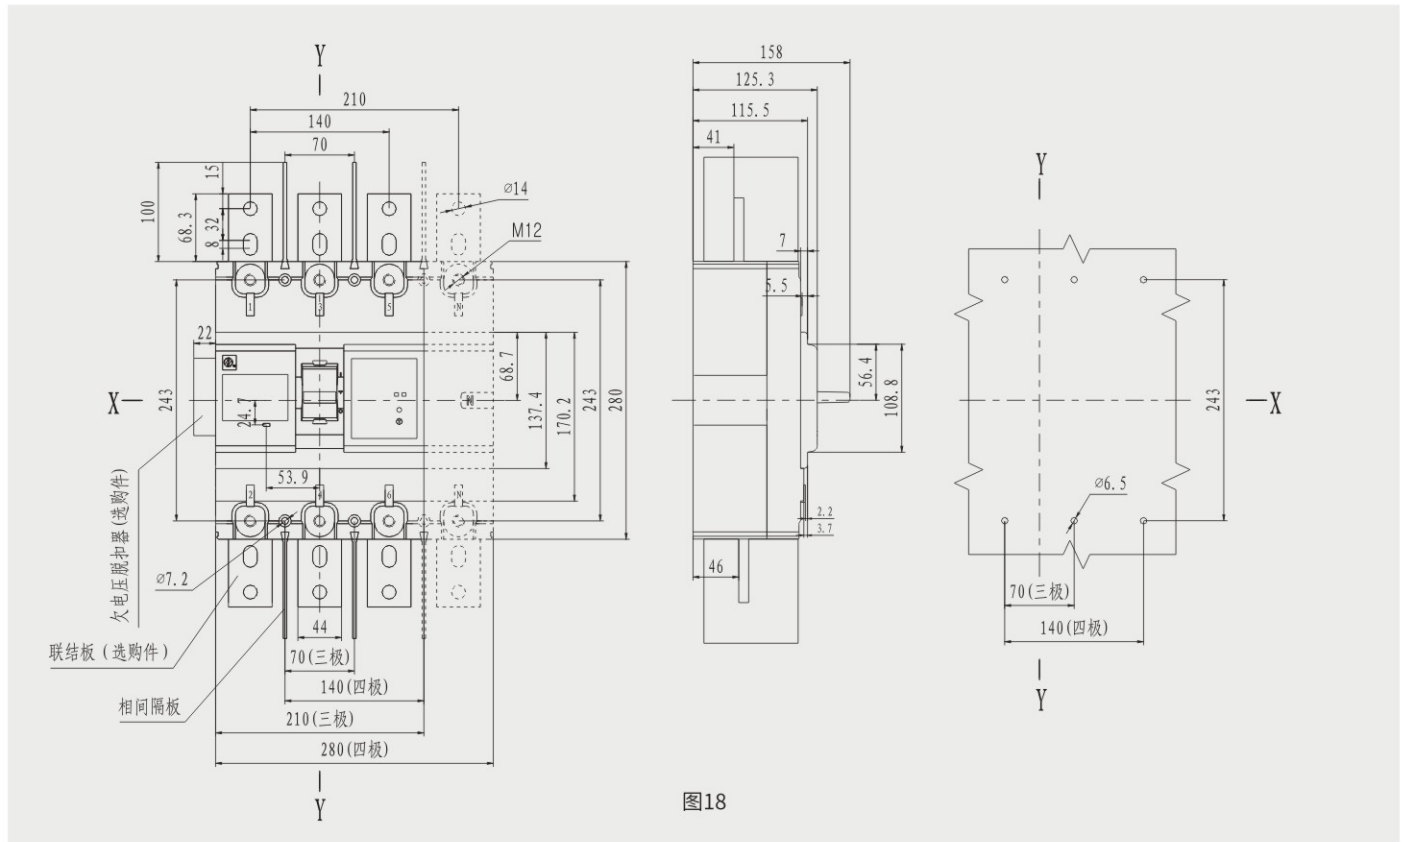

图18
17. HSL6-630 (H、L) 板前接线外形及安装、开孔尺寸 (三极、四极) 见图18